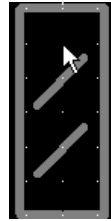

Рисунок 2.17 – УГО резистора
10. Используя клавишу <G>, установите шаг сетки 0.1 или 0.5 мм. С помощью клавиши <O> установите режим рисования линий под углом (Any) и нарисуйте в прямоугольнике наклонные линии, как на рис. 2.17.